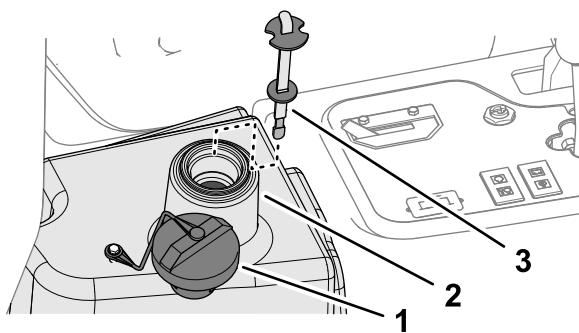

Figura 95
4. Riempite il serbatoio idraulico (Figura 95) con circa 22,7 litri di fluido idraulico; fate riferimento a Specifiche del fluido idraulico \(pagina 64\).